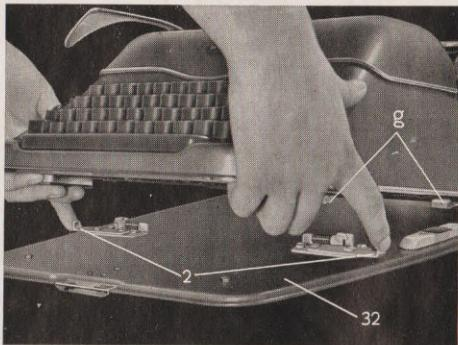

Abb. 10
Es ist zu empfehlen, die Maschine nur zum Reinigen — der besseren Zugänglichkeit wegen — von der Bodenplatte (32) abzunehmen. Wie in der Abbildung dargestellt, drückt man die beiden links und rechts am Bodenbrett angeordneten Schieber (2) nach innen und hebt die Maschine vorn etwas an. Dann schiebt man die Maschine zurück, damit sie auch von den hinteren Haltewinkel (g) freigegeben wird (Abb. 10).